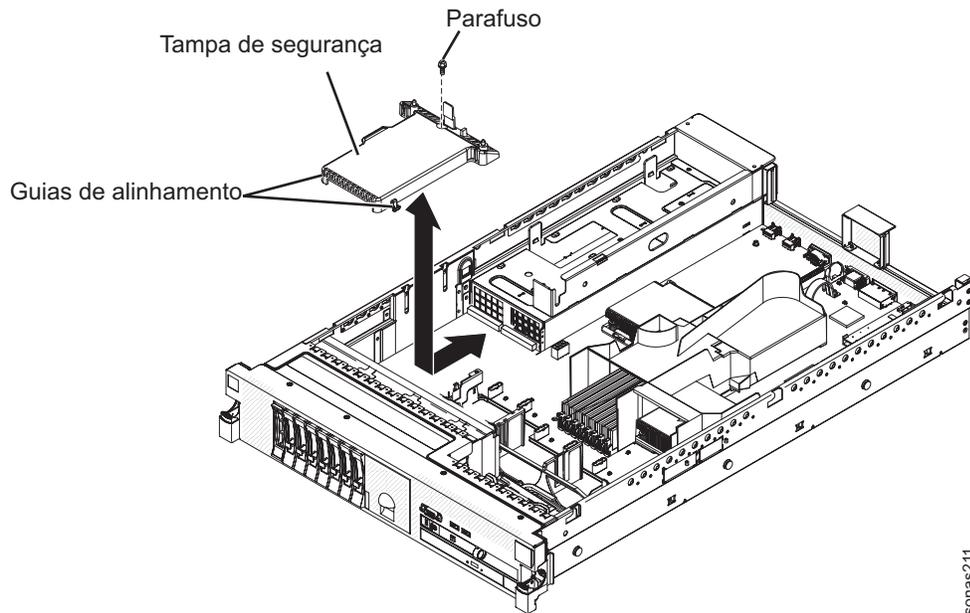

Figura 44. tampa de segurança 240 VA
6. Remova o parafuso da tampa de segurança. Consulte o Figura 44.